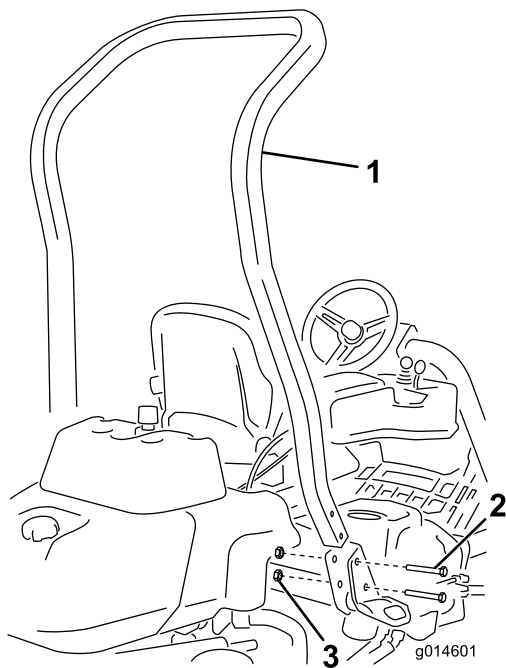

Figura 3
3. Instale a barra nas bolsas de cada lado da máquina, utilizando 4 parafusos (1/2 x 3-3/4 pol.) e quatro porcas flangeadas (1/2 pol.) (Figura 3).